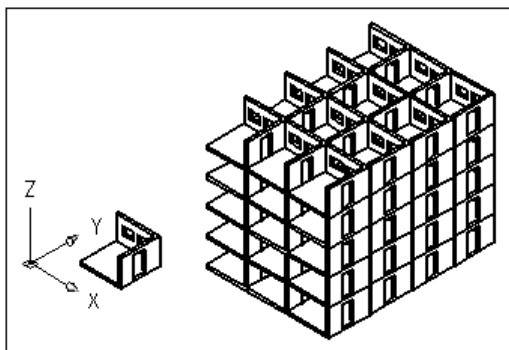

Рис. 6.2. Модель после размножения прямоугольным массивом (4 ряда, 3 столбца и 5 этажей)
9. Задать расстояние между этажами и нажать клавишу <Enter> (результат показан на рис. 6.2).